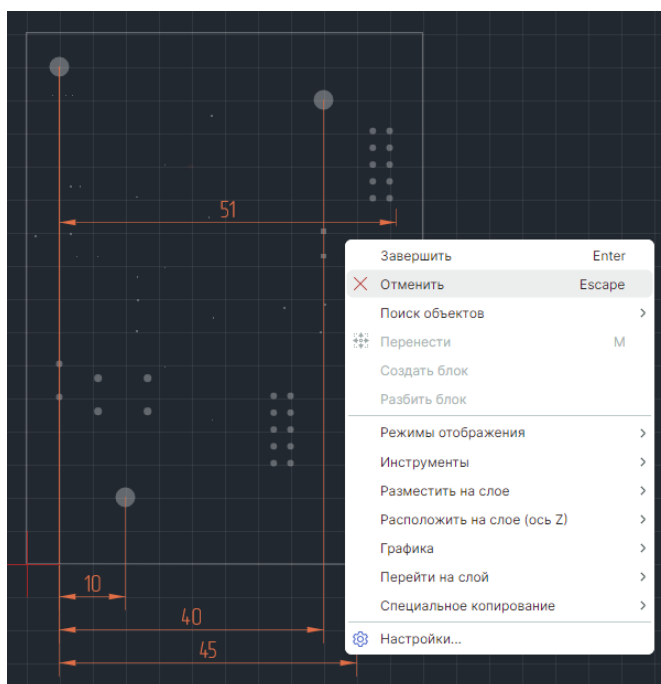

Рис. 456 Завершение работы с линией
7. Повторяя действия, описанные в п. 6, разместите необходимое количество размерных линий от общей базы. Для завершения работы с размерной линией нажмите клавишу «Escape» или вызовите контекстное меню и выберите «Отменить», см. Рис. 456.